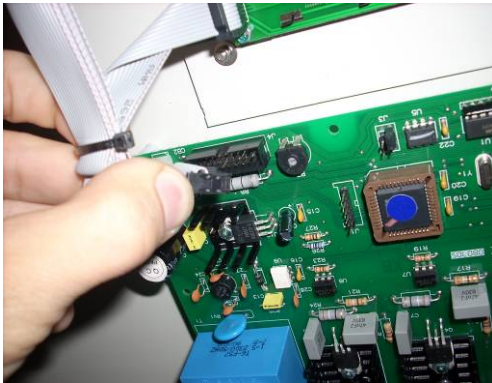

Fig. 8
- a) Extraer los conectores de la carátula y de la placa eléctrica (Fig. 8 y 9).